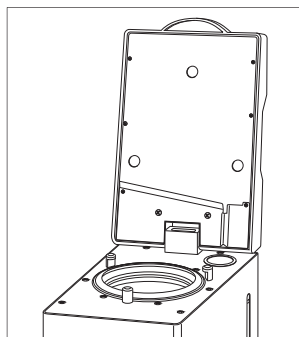

図 22
- 3) ドアを開け(図 22)、本機の設置位置より下方に 2L 以上の容量の広口容器を準備します。